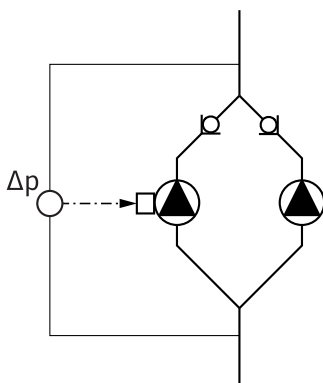

Fig. 13. Пример. Подсоединение дифференциального датчика давления
- В примере на Fig. 13 основным насосом является левый по направлению потока насос. К данному насосу подключается дифференциальный датчик давления.
Точки измерения дифференциального датчика давления основного насоса должны находиться в соответствующем коллекторе со стороны всасывания и с напорной стороны двухнасосной установки (Fig. 13).